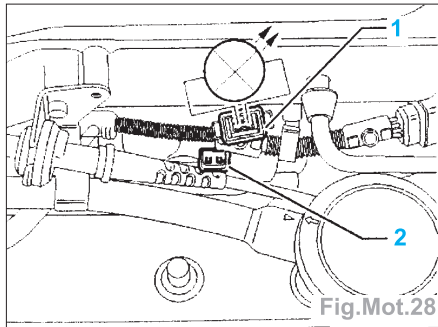

Fig.Mot.28
- Débrancher la fiche (1) du raccord (2) et brancher la lampe témoin à diodes
V.A.G 1 527 avec les câbles auxiliaires de V.A.G 1594 sur les contacts de la fiche (Fig.Mot.28).